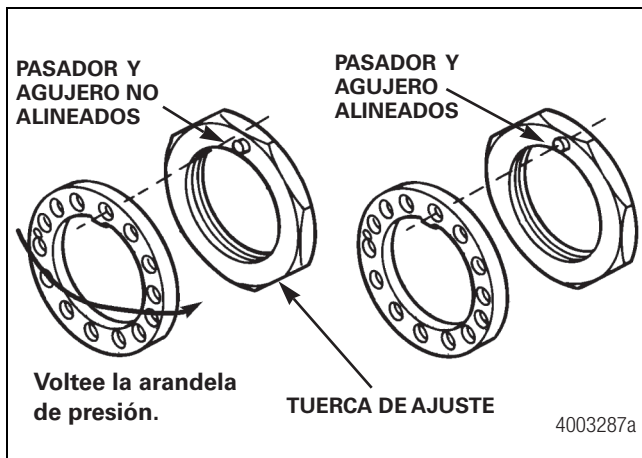

Figura 10.6
4. Instale la arandela de presión. Si el agujero de la arandela no está alineado con el pasador de la tuerca de ajuste, retire la arandela, déle la vuelta y vuélvala a instalar. Ahora deben estar alineados el pasador y el agujero. De lo contrario, ajuste ligeramente los componentes hasta alinearlos. Figura 10.6.